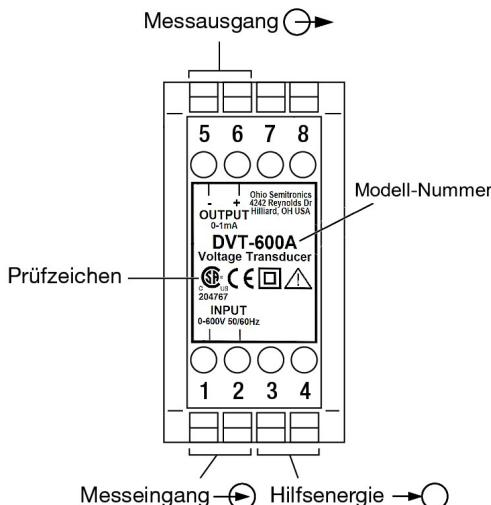

Bild 3. Erklärungen zum Typenschildbeispiel.
- ... dass die Daten, die zur Lösung der Messaufgabe erforderlich sind, mit denen auf dem Typenschild des DVT-XXXX übereinstimmen (→ Messeingang, → Messausgang, siehe Bild 3)!
Ajustage (particularité): Variation admissible de la plage de mesure, sensibilité variable, ajustable par potentiomètre (voir Fig. 3)